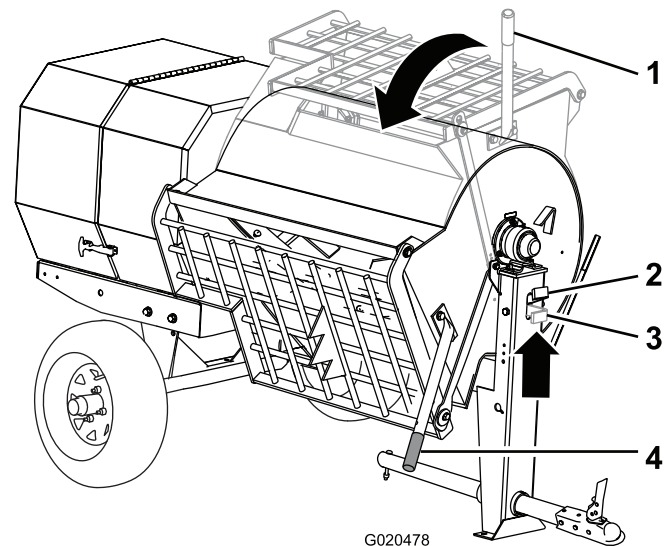

Figura 34
2. Sujete la palanca de volteo con la mano izquierda (Figura 34).
3. Levante la manija del pestillo del tambor (Figura 34).
4. Con ambas manos en la palanca de volteo, gírela en sentido antihorario para descargar el contenido del tambor (Figura 34).
5. Gire la palanca de volteo en sentido **horario** hasta que el pestillo del tambor bloquee el tambor en la posición vertical (Figura 34).